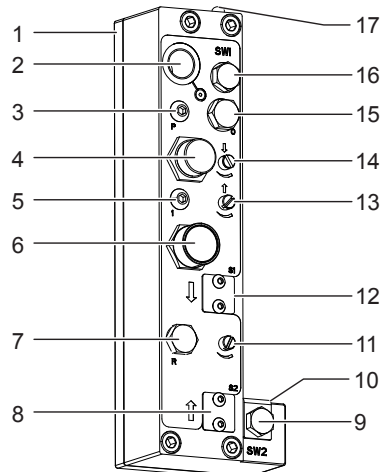

Figura 3
- Ajuste la separación entre los orificios (1) y (2) deslizando (3), de manera que igualen la profundidad de taladrado requerida MÁS la distancia de la broca sobre la pieza.
- Inmovilice en su posición con (4) al par de apriete recomendado.
- Coloque la HCU en (3).
- Ajuste la separación entre (6) y (7) a la distancia requerida sobre la pieza.
- Desenrosque (8) de la HCU para ajustar al mínimo la resistencia dentro de la HCU.
- Abra por completo (13), en la Figura 3.
- Cierre (11), en la Figura 3.
- Conecte el suministro de aire y pulse (6), en la Figura 3.
- Ajuste (11/13), en la Figura 3, para lograr la alimentación de avance y retroceso requerida para la operación.